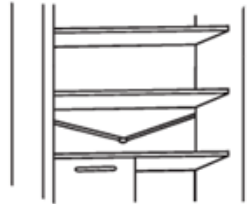

Fig. 19
- Håll avloppsslangen (bild 19) i kylskåpsfacket ren så att den inte fylls med vatten.